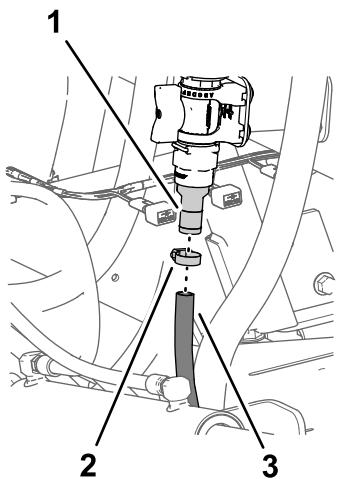

Figure 47
1. Branchez le flexible de la lance de pulvérisation au raccord droit de la vanne de commande, et fixez le flexible sur le raccord avec un collier (Figure 47).